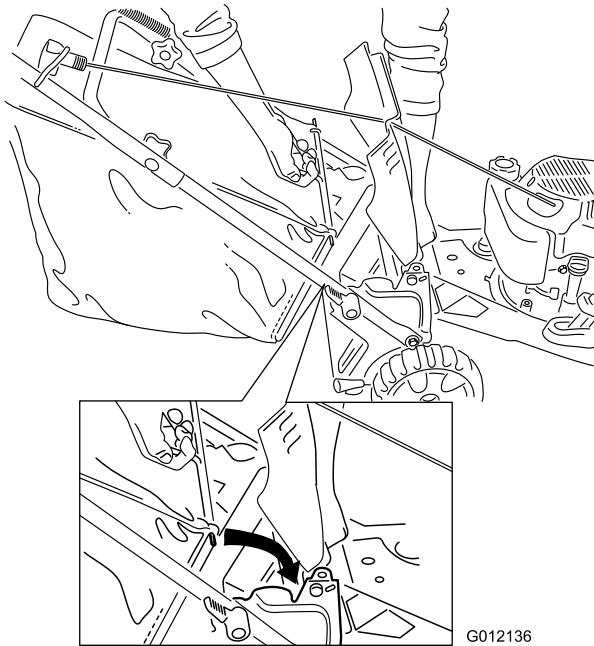

Bild 19
- Halten Sie das Heckablenklech hoch, setzen Sie den Fangkorb in die Kerben ein und senken das Heckablenklech ab (Bild 19).